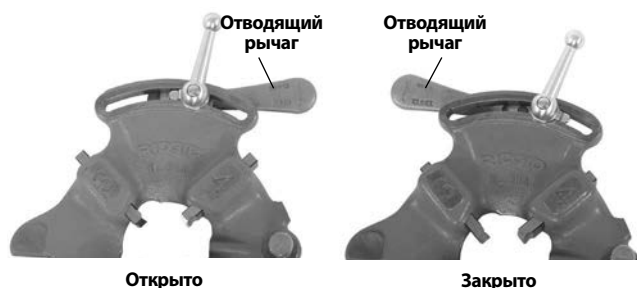

Рис. 7 – Рычаг в открытом/закрытом положении
2. Переместите отводящий рычаг в положение ОТКРЫТ (Рис. 7).